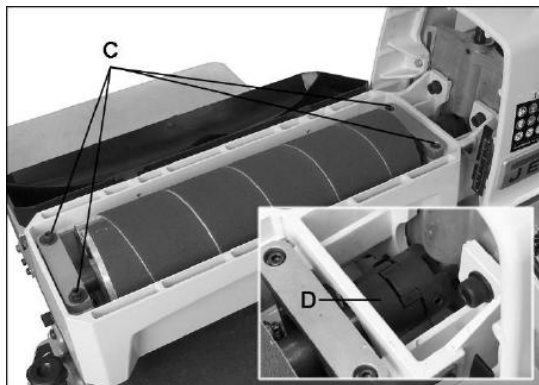

Abb. 10-2: Ausbau der Trommel
Die vier Innensechskantschrauben entfernen (C, Abb. 10-2). Die Trommel mit noch an ihr angebaute Kupplung (D) vorsichtig herausheben.